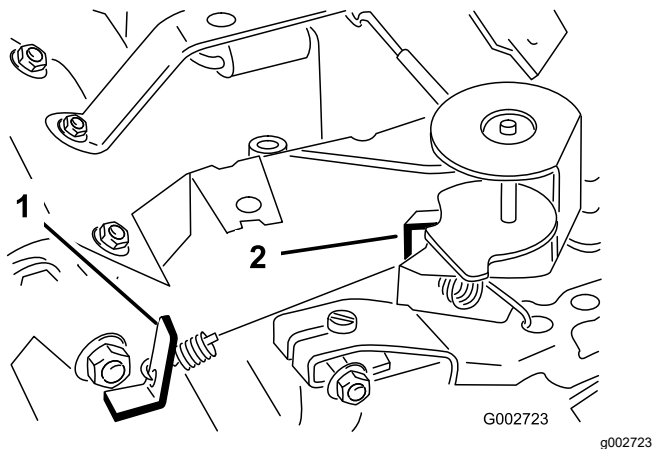

Figura 41
3. Dobre o batente da mola de velocidade intermédia (Figura 41) até obter uma velocidade de 1.675 ± 1.175 rpm.
6. Dobre o batente da mola de velocidade elevada (Figura 41) até obter uma velocidade de 3.350 ± 3.450 rpm.